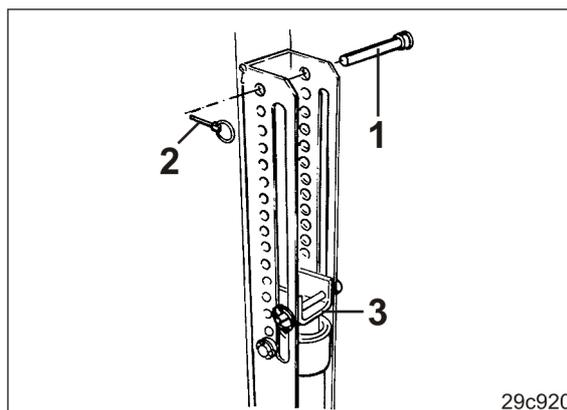

Рис. 177
3. Вставьте палец (Рис. 177/1) над упором (Рис. 177/3) в отверстие группы отверстий и зафиксируйте шплинтом с кольцом (Рис. 177/2).